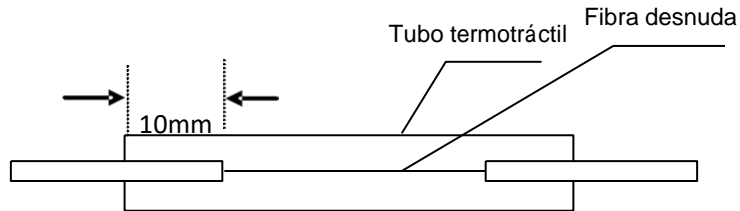

Figura 7-7 Diagrama esquemático del uso del tubo termorretráctil
- b) Primero mueva el tubo termotráctil a la posición de fibra desnuda, mantenga la posición correcta, como se muestra en la Figura 7-7. Luego colóquelos juntos en el tanque de calentamiento del calentador, asegurando que el tubo termorretráctil esté en el centro del tanque de calentamiento cuando se coloca.